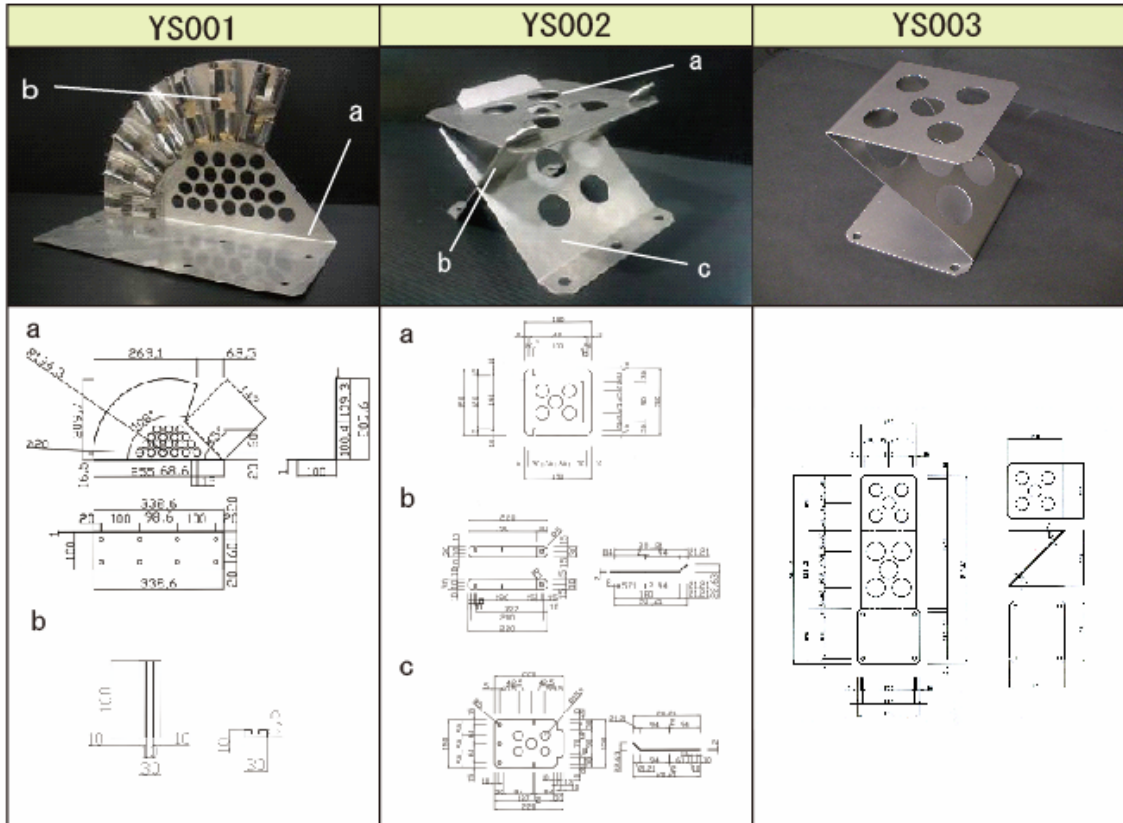

図2：竹ドーム組み立て金具
3.1) 組み立て金具(図2)
①YS001は、厚さ1mm(a)と0.5mm(b)のステンレスの部材を使い、溶接は、スポット溶接を使用した。大きさは高さ29cm×縦幅10cm×横幅34cm 重量は1セットで約2.5kg、竹差込口に入る竹の大きさは2~3cmである。
②YS002は、厚さ2mmのステンレスの部材を使い、a.b.cの3部材の組み立て式の金具にした。大きさは高さ13.5cm×縦幅15cm×横幅20cm 重量は約1.5kg 竹差込口に入る竹の大きさは2~3cmである。
③YS003は、厚さ2mmのステンレスの部材を使い、1枚の部材をプレス機を使い折り曲げてできている。大きさは、高さ15.2cm×縦幅15cm×横幅